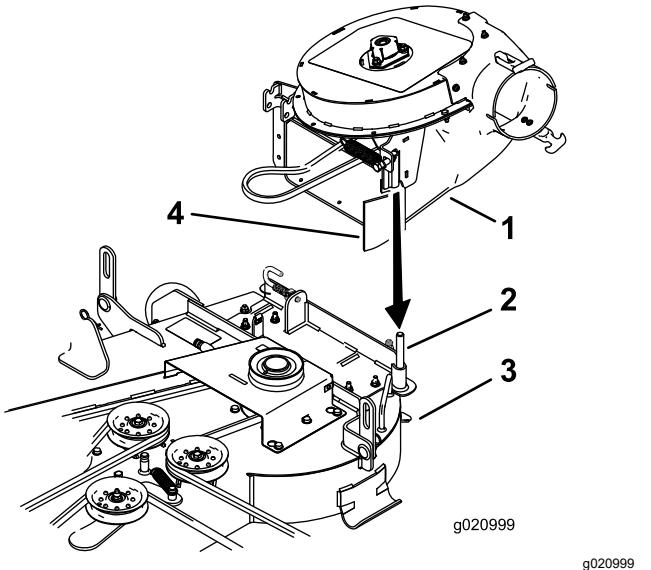

Figure 15
- Abaissez le ventilateur et enfilez le trou du pivot sur l'axe de pivot (Figure 15).
Remarque: Assurez-vous que la courroie reste bien en place sur la poulie de ventilateur et que le volet en caoutchouc reste à l'extérieur du tablier de coupe (Figure 15).